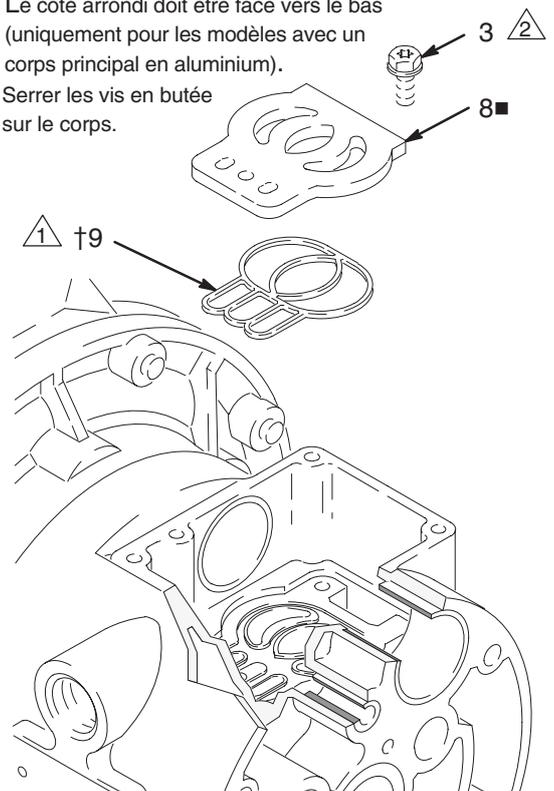

Fig. 11
5. Inspecter la plaque (8■) de la vanne en place. Si elle est endommagée, utiliser un tournevis Torx (T20) ou une clé à douille de 7 mm pour déposer les trois vis (3). Retirer la plaque (8■) et, sur les modèles avec un corps principal en aluminium, le joint (9). Voir fig. 11.
2. Sur les modèles avec un corps principal en aluminium, insérer le joint (9†■) de la plaque du tiroir de distribution dans la rainure située au fond du logement des vannes. La partie arrondie du joint **doit être tournée vers le bas** dans la rainure. Voir fig. 11.
3. Placer la plaque (8■) de la vanne dans le logement. Cette plaque est réversible sur les modèles avec un corps principal en aluminium, de sorte que les deux faces peuvent être tournées vers le haut. Reposer les trois vis (3) à l'aide d'un tournevis Torx (T20) ou d'une clé à douille de 7 mm. Serrer jusqu'à ce que les vis viennent en butée sur le corps. Voir fig. 11.